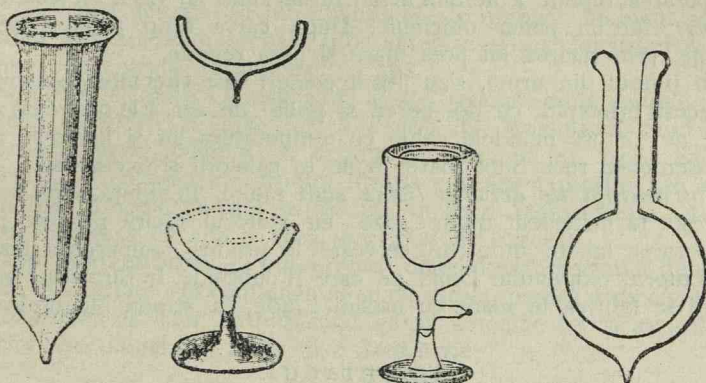

Fig. 118. Vase de sticlă pentru păstrat aerul lichid.
**Cum se păstrează aerul lichid.** Aerul lichid se păstrează în vase de sticlă, anume făcute, fig. 118. Aceste vase, care pot fi în formă de balon, de cupe sau de po-